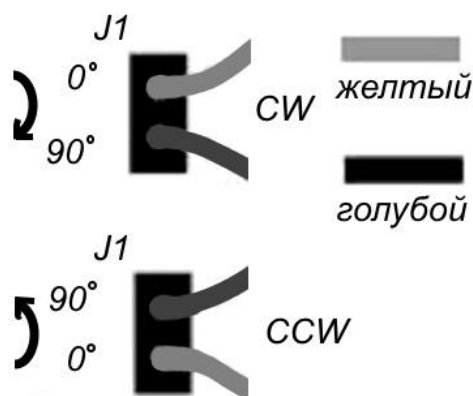

Рисунок 3 – Изменение направления вращения
6.3 Направление поворота может быть изменено с помощью разъема J1 (рисунок 3). Заводская установка поворота – по часовой стрелке.